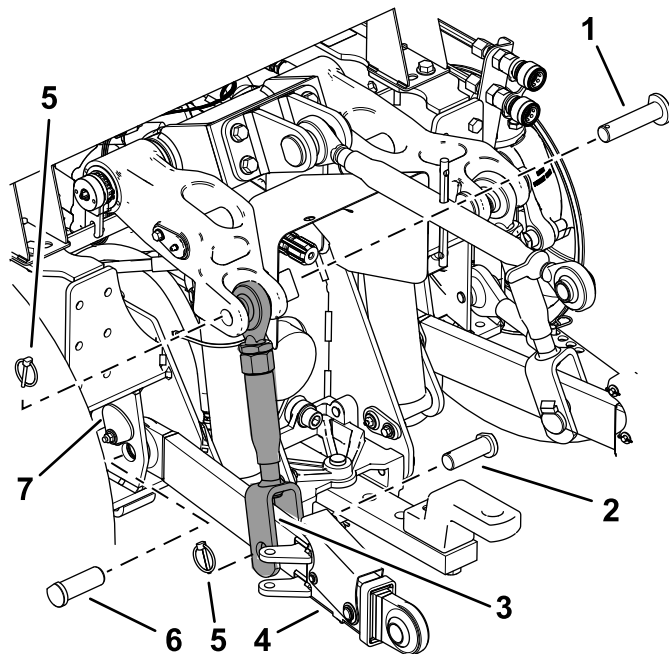
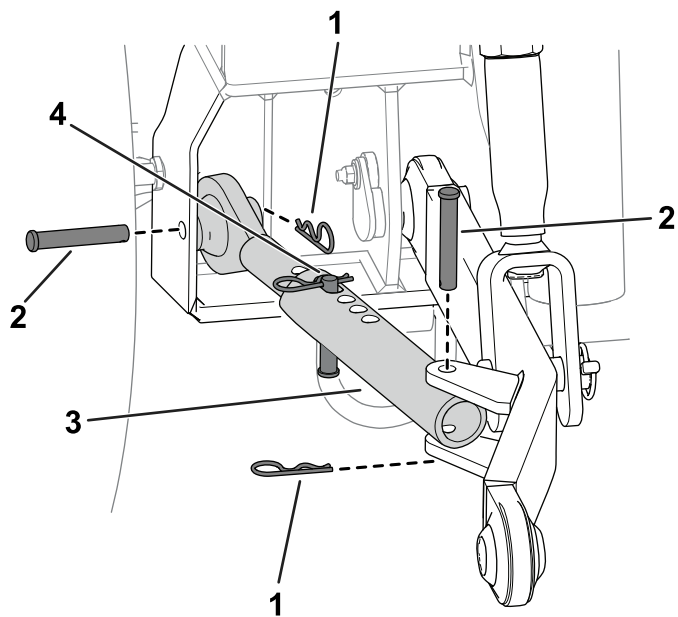

Figure 3
Figure 4
Remarque: La Figure 3 et la Figure 4 montre l'installation des bras sur le côté gauche de la machine. Répétez cette procédure sur le côté droit de la machine.
1. Fixez le bras de levage de l'attelage aux bras de levage de la machine à l'aide d'un axe et d'une goupille à anneau (Figure 3).
- A. Soulevez la plaque (Figure 3) pour exposer la goupille.
- B. Retirez la goupille inférieure (Figure 3).
- C. Positionnez le bras d'attelage comme montré à la Figure 3.
- D. Insérez la goupille inférieure dans le cadre et le joint du bras d'attelage (Figure 3).
3. Avec un axe de chape et une goupille à anneau, fixez le bras de levage au bras d'attelage (Figure 3).
4. Avec un axe de chape et une goupille fendue, fixez les tiges anti-oscillation au cadre de la machine (Figure 4).
5. Avec un axe de chape et une goupille fendue, fixez la tige anti-oscillation au bras d'attelage (Figure 4).
6. Installez un axe de chape et une goupille fendue dans la tige anti-oscillation (Figure 4).